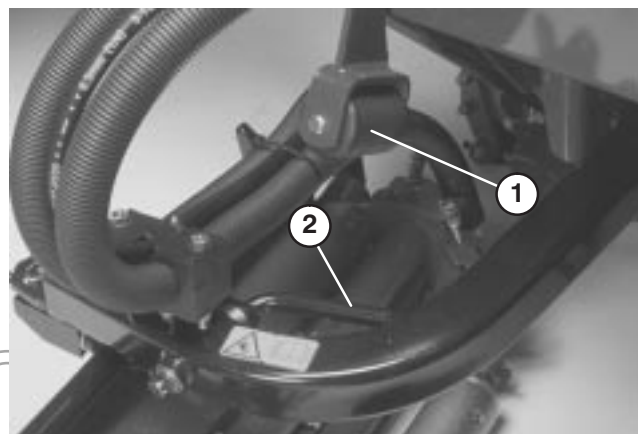

Figure 12
12. Vérifiez le réglage des galets de blocage (Fig. 12). Lorsqu'ils sont correctement réglés, ils touchent les leviers de blocage sur les bras de levage arrière et supportent les plateaux de coupe quand ils sont relevés à la position maximale.